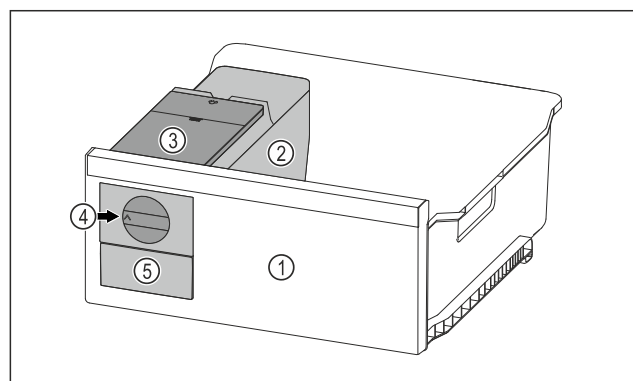

Fig. 151 例图
- ▶ 将旋钮 Fig. 151 (4) 顺时针转动到底。
- ▶ 冰块从方块冰盘落入冰块抽屉 Fig. 151 (5) 中。